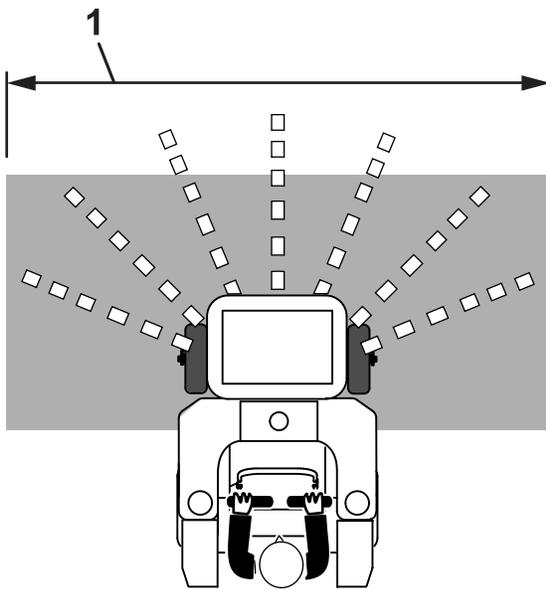

Figura 31
- Abra el control de la compuerta de la tolva para empezar a esparcir el material granular (Figura 31).